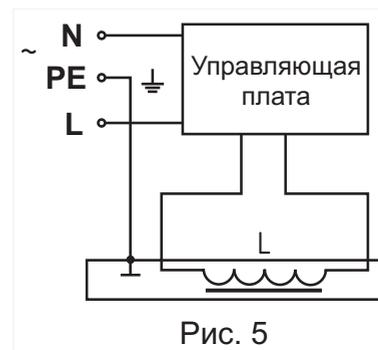

Рис. 5
4.3.7 Электрическая схема подключения клапана приведена на рис. 5.